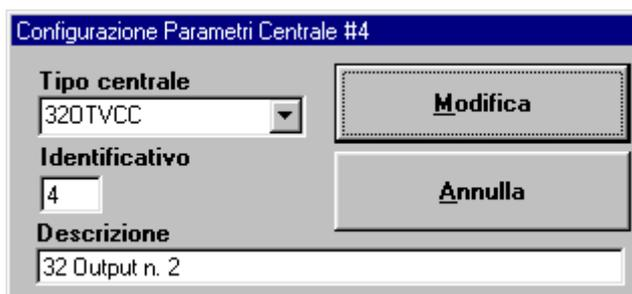

Figura 4.8 – MapsGen32: Finestra Modifica Parametri Centrale # X
2. fare clic su Modifica Centrale: si apre una piccola finestra, Modifica Parametri Centrale # X (X è il numero identificativo della centrale selezionata), riportata in Figura 4.8;